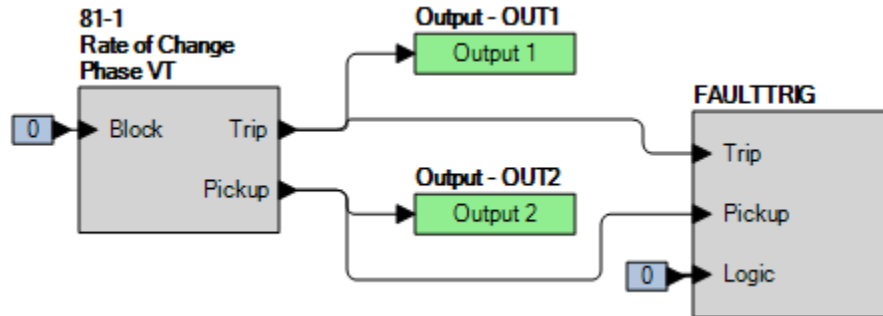

Figura 61-4. Ajustes de BESTlogicPlus (Inhibición de ROC)
Paso 2: Utilice BESTCOMSPPlus para configurar la Lógica programable de BESTlogicPlus, como se muestra en la Figura 61-4.